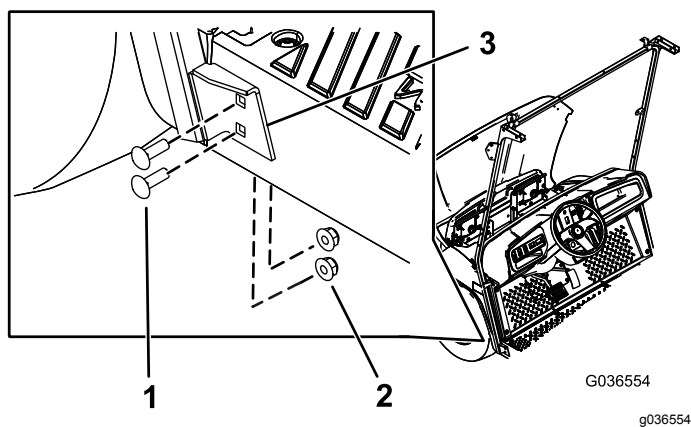

Рисунок 6
5. Прикрепите нижний кронштейн опоры ветрового стекла к левой стороне машины при помощи 4 каретных болтов ($\frac{5}{16}$ x 1 дюйм) и 4 фланцевых гаек ($\frac{5}{16}$ дюйма), используя отверстия, просверленные при выполнении пункта 2 (Рисунок 6).